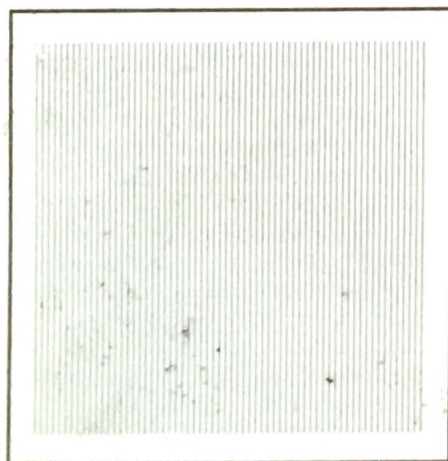

Bild 11. Das erste Testbild, das sich durch Verbinden von Pin 14 mit Pin 16 am Sockel der Speicher-ICs ergibt
1. Man verbinde PIN 14 des Sockels von IC 6 mit Pin 16. Dann entsteht ein Linienmuster auf dem Bildschirm (Bild 11). Wenn man andere Pins mit Pin 14 verbindet, ergeben sich Bilder, wie in den Bildern 13a...13g gezeigt. Durch Kombination dieser Signale läßt sich auch eine individuelle Zeile auswählen.